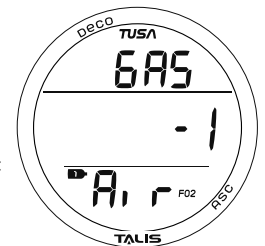

Abb. 76 - GAS-1-VORSCHAU
**Gas-1-Umschaltvorschau**, Informationen beinhalten (Abb. 76) -